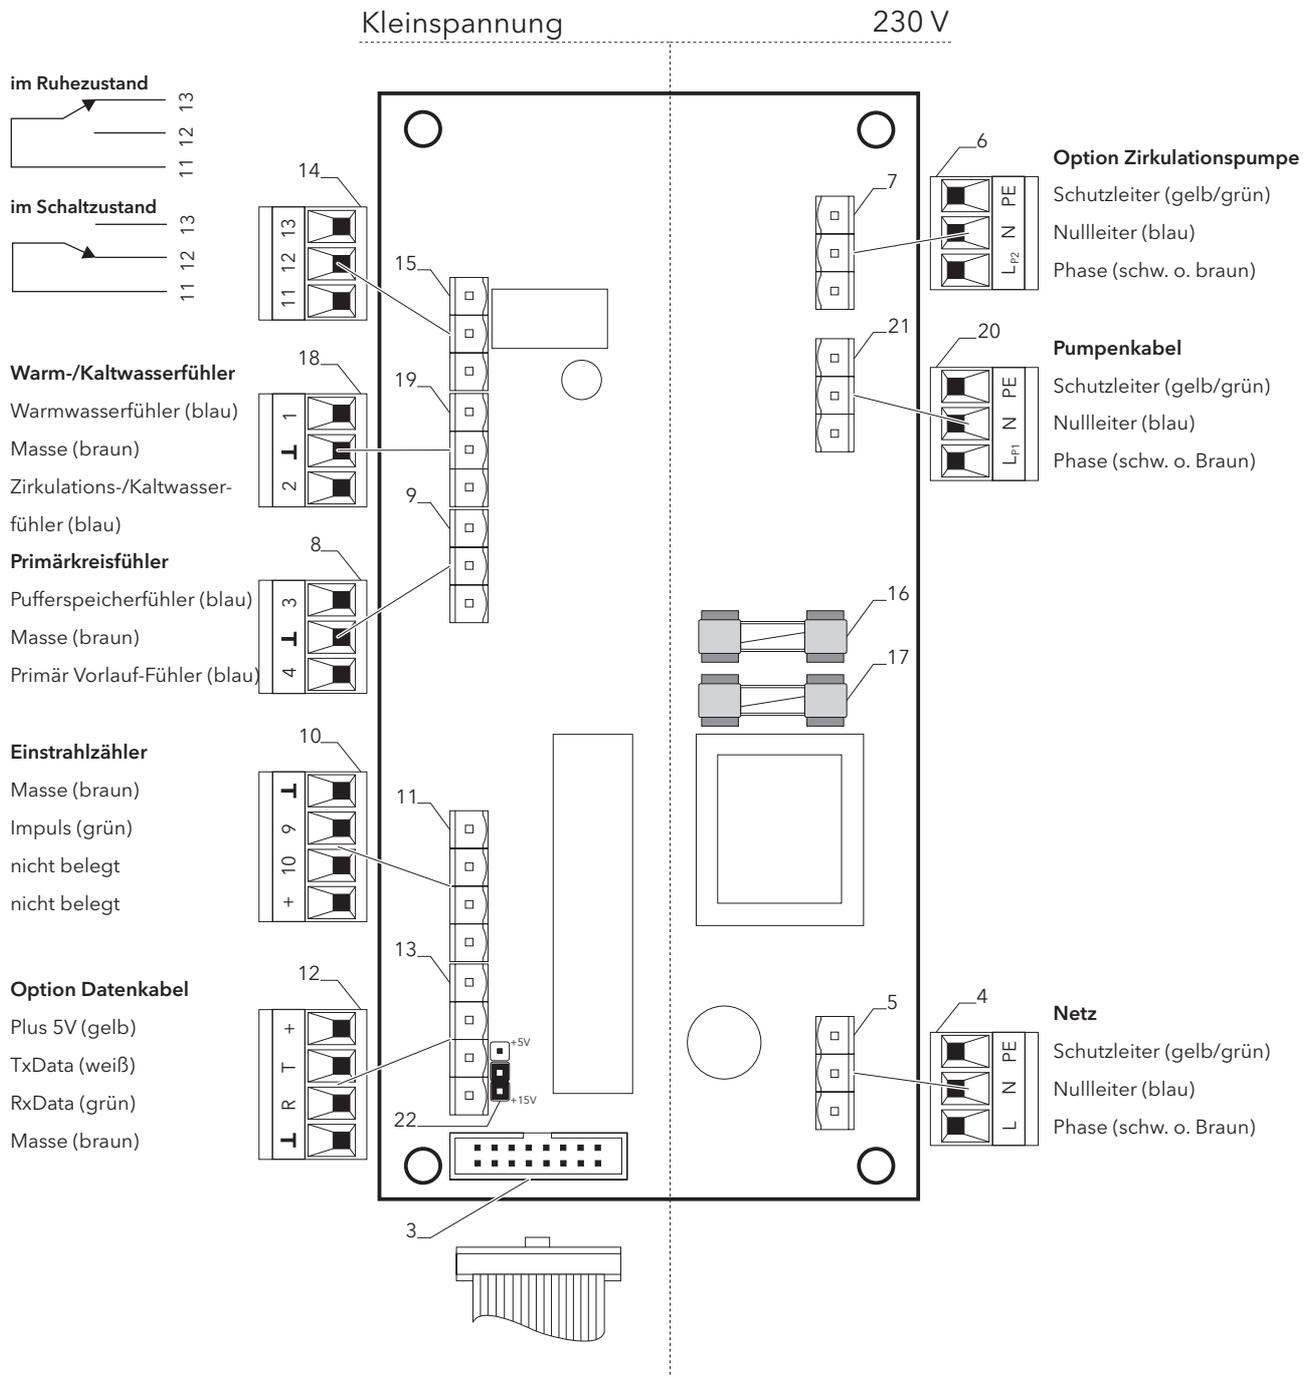

Bild 9 Regler anschließen
3.8 Regler anschließen (Bild 9, S. 12)
- Im Bild 9 sind auch die Steuer-Sicherung (16) (400 mA / 250 V) und die Leistungs-Sicherung (17) (6,3 A / 250 V) erkennbar.